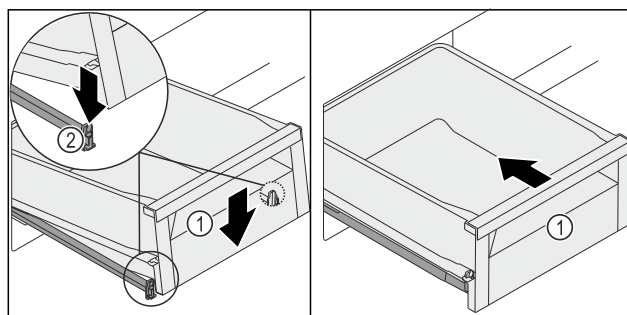

Fig. 129
- Schuifvak Fig. 129 (1) aan de voorkant neerlaten zodat het schuifvak links en rechts in de klem Fig. 129 (2) glijdt.
- Schuifvak Fig. 129 (1) klikt hoorbaar vast.
- Schuifvak Fig. 129 (1) inschuiven.